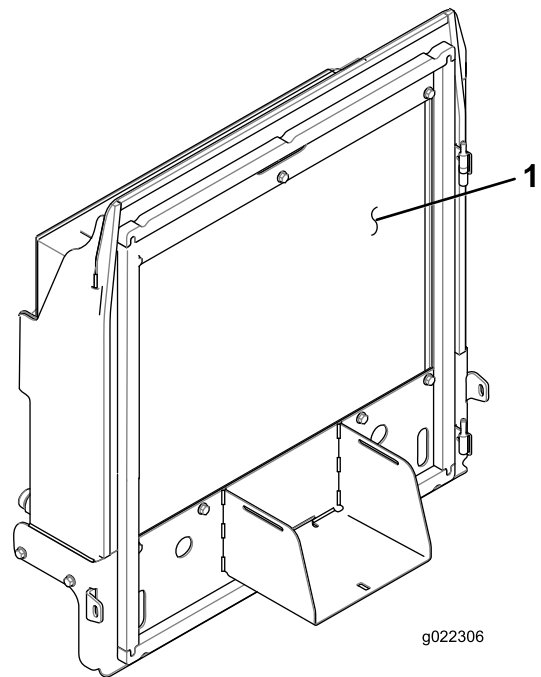

Figura 70
4. Limpe os dois lados do dispositivo de arrefecimento de óleo e o radiador (Figura 70) com ar comprimido.